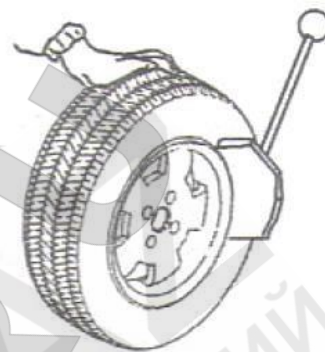

Рис. 8
- Установить колесо напротив резиновой опоры с правой стороны шиномонтажного станка (S).
- Установить лопатку устройства отрыва борта (R) напротив борта шины на расстоянии примерно 1см от обода (рис. 8).
- Нажать педаль (U), чтобы включить устройство отрыва борта, и отпустить ее, как только лопатка дойдет до предела или в том случае, если борт шины поврежден.